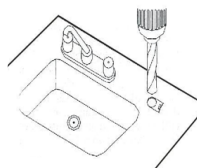

FIGURE A-4
2. Si vous percez un évier en marbre, en granit, en céramique, en stratifié ou en tôle, utilisez d'abord un foret de 5 mm puis un foret de 12 mm, respectivement. La perceuse doit être utilisée à basse vitesse et sans impact. Si le plan de travail est recouvert de béton coulé revêtu de carrelage, il doit être percé avec un foret diamant. (Figure A-4)